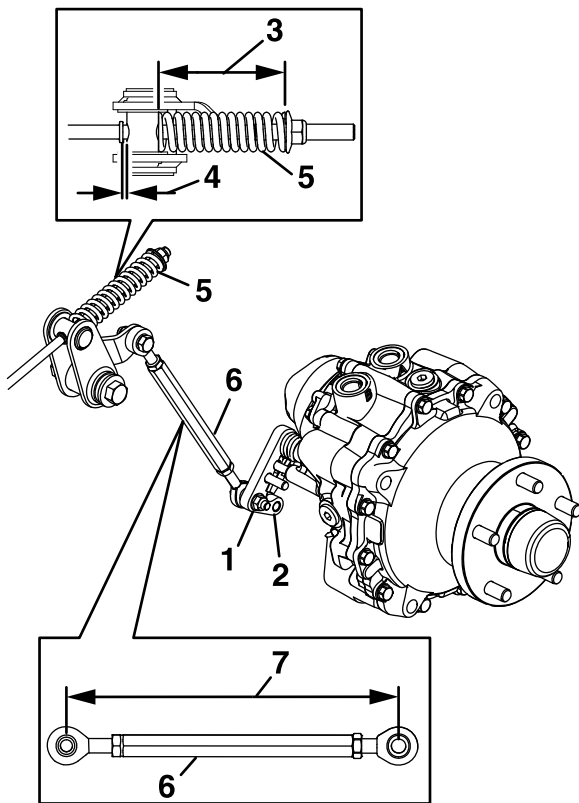

Рисунок 54
7. Виміряйте довжину тяги в зборі (Рисунок 54).
8. Виміряйте довжину пружини (Рисунок 54).